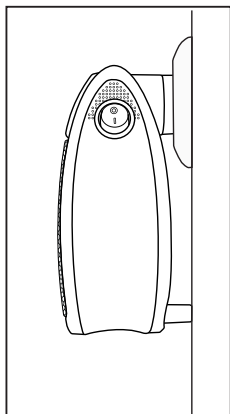

Abb. 1
- Das Gerät darf nur in einer Netzsteckdose in aufrechter Position und komplett montiert betrieben werden. Die Abstandshalter ⑩ müssen die Wand berühren (siehe Abb. 1).